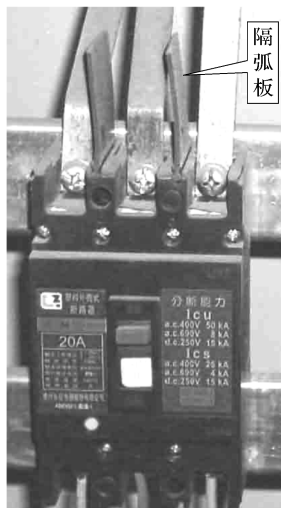

图 1-4 配线过近时应加隔弧板
3) 应垂直安装在配电板上, 在灭弧罩上部留有一定的飞弧空间; 对于塑壳式断路器, 进线端的裸母线应包上 200mm 长的绝缘物, 导线接好后, 必须将随机的隔弧罩装好, 必要时还应加隔弧板 (如图 1-4 所示), 以防电弧飞出引起短路。